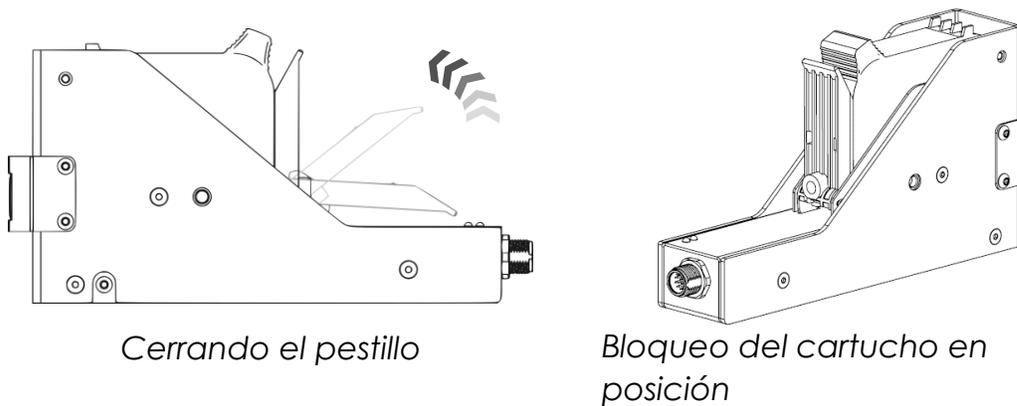

Figura 34
- Cierre el pestillo y bloqueé el cartucho en su lugar como muestra la Figura 34.